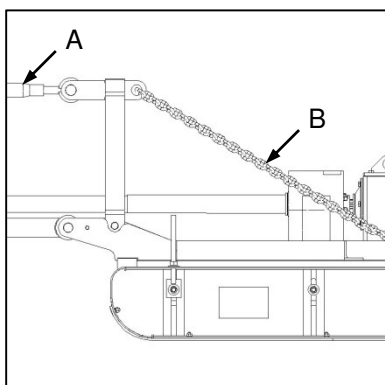

Fig. 1
- ✔ Adjust the tractor 3-point hitch top link (Fig. 1-A) to provide sufficient slack in the implement topmast chains (Fig. 1-B) to allow articulation of the implement over undulating terrain.
- ✔ Verstel die trekker se 3-punt-boskabel (Fig. 1-A) om voldoende speling aan die implement se topmas-kettings (Fig. 1-B) te verskaf, sodat die implement die kontoere van die grond kan volg.